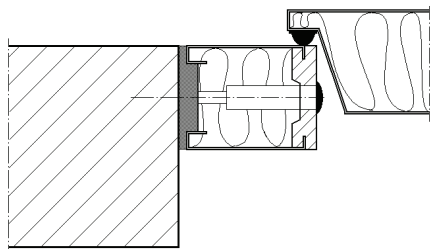
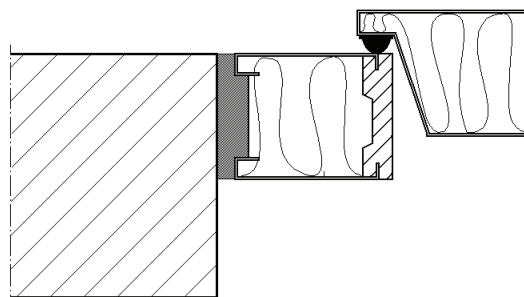
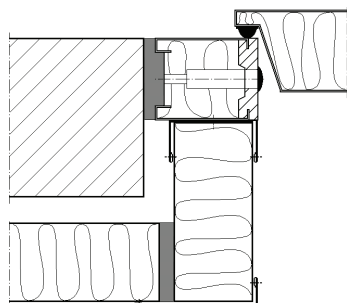

Рис.1
Рис.2
Рис.3
В случае установки в несущую стену - при помощи шурупов и дюбелей через имеющиеся крепежные отверстия (рис.1, рис.3), при их отсутствии (двери с маленьким световым проемом) - при помощи деревянных клиньев (рис.2).
4. Проверить плоскостность установки рамы по плотности прилегания уплотнения по всему периметру двери. При установке в несущую стену (рис.1) в случае необходимости скорректировать при помощи деревянных клиньев, предварительно несколько ослабляя крепёж. После юстировки окончательно затянуть все соединения. Вставить пластиковые декоративные крышки крепёжных отверстий.
6. При установке двери в несущую стену либо в сэндвич-стену при помощи профилей загерметизировать весь периметр дверной коробки по наружи при помощи монтажной пены (рис. 1, 3, 2, 4).